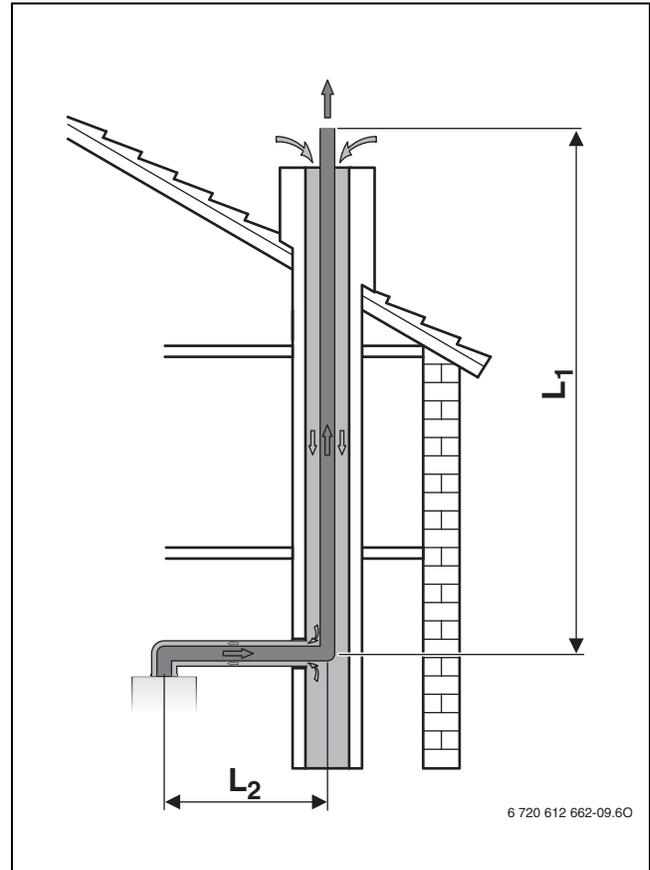

Fig. 17 Configuration  $C_{93}$
- Si l'air de combustion est alimenté par le conduit à contre-courant (→ fig. 17 et 18), le conduit doit être nettoyé.